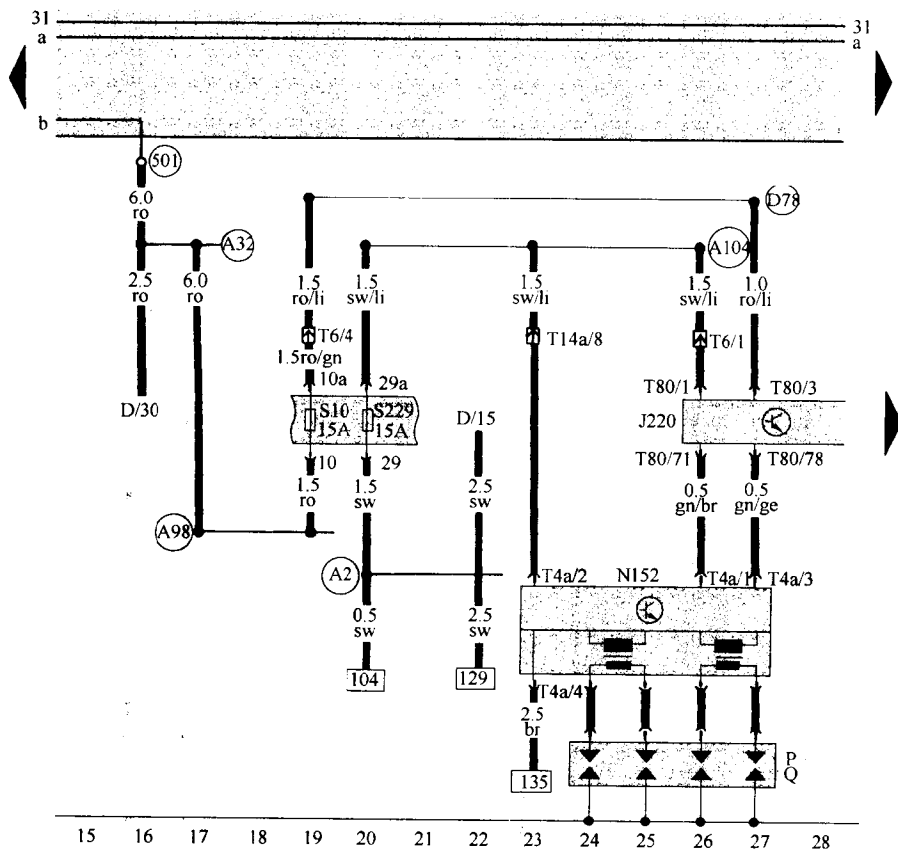

图 1-1 点火系统电路图
(1) 多点喷射控制单元, 点火系统 (如图 1-1 所示)